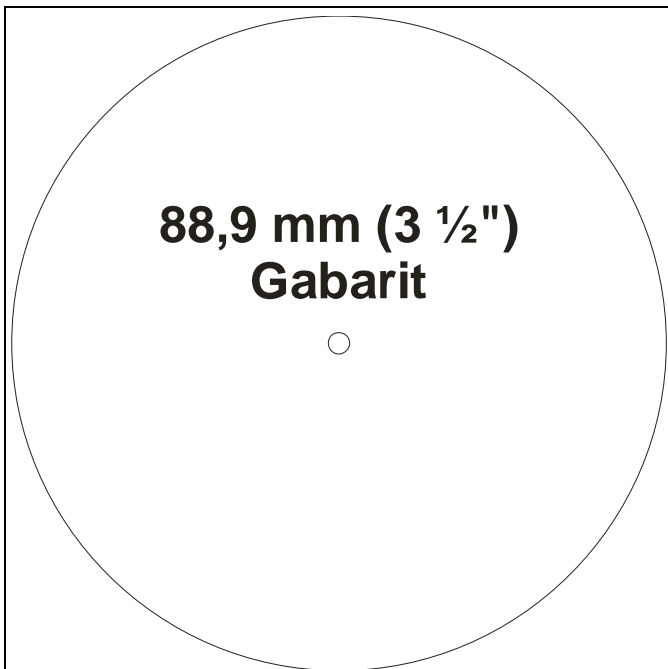

Figure 12
3. Faites un trou sur le carreau du plafond à l'aide du gabarit de traçage (Voir la Figure 12) et une scie pour cloison sèche ou à l'aide d'un jeu de scie circulaire pour faire un trou de 88,9 mm (3 1/2") de diamètre. (Voir la Figure 10)